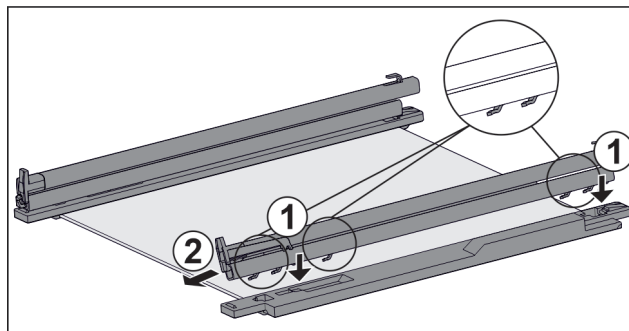

Fig. 69 Glassplate med skinner og holdedeler
- Sett kroken til skinnene på åpningen til **venstre** holdedel. Fig. 69 (1)
- Trekk skinne fremover. Fig. 69 (2)
- Sett kroken til skinnene på åpningen til **høyre** holdedel. Fig. 69 (1)